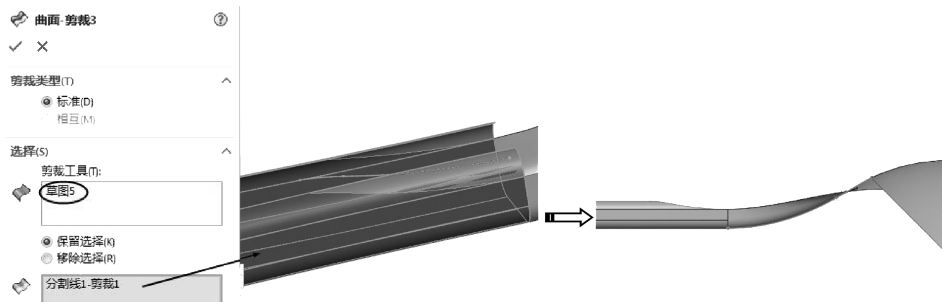

图 4-109 剪裁手把曲面
- 23 利用【剪裁曲面】工具，用草图 5 中的曲线剪裁手把曲面，如图 4-109 所示。